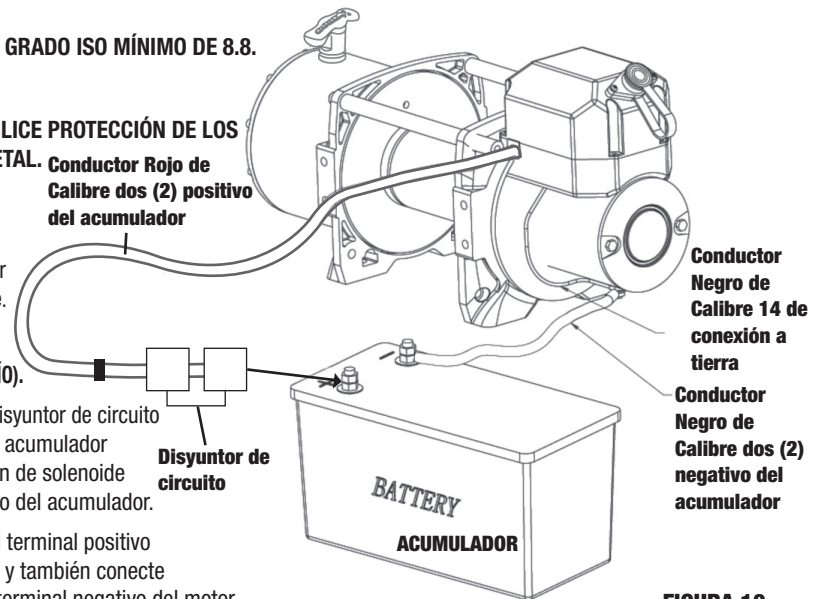

FIGURA 10
Paso 2 Siga el diagrama de conexión eléctrica (FIGURA 10). Atornille el disyuntor de circuito al extremo del terminal del conductor Rojo de Calibre dos (2) del acumulador que viene conectado desde la fábrica al conjunto de conmutación de solenoide sellado. Ahora conecte el disyuntor de circuito al terminal positivo del acumulador.
Paso 3 Conecte el conductor Negro de Calibre dos (2) del acumulador al terminal positivo del motor (del Cabrestante) situado en la parte inferior del motor y también conecte el conductor Negro de Calibre 14 de conexión a tierra al mismo terminal negativo del motor.
Paso 4 Conecte el otro extremo de terminal del conductor Negro de Calibre dos (2) del acumulador al terminal negativo del acumulador.